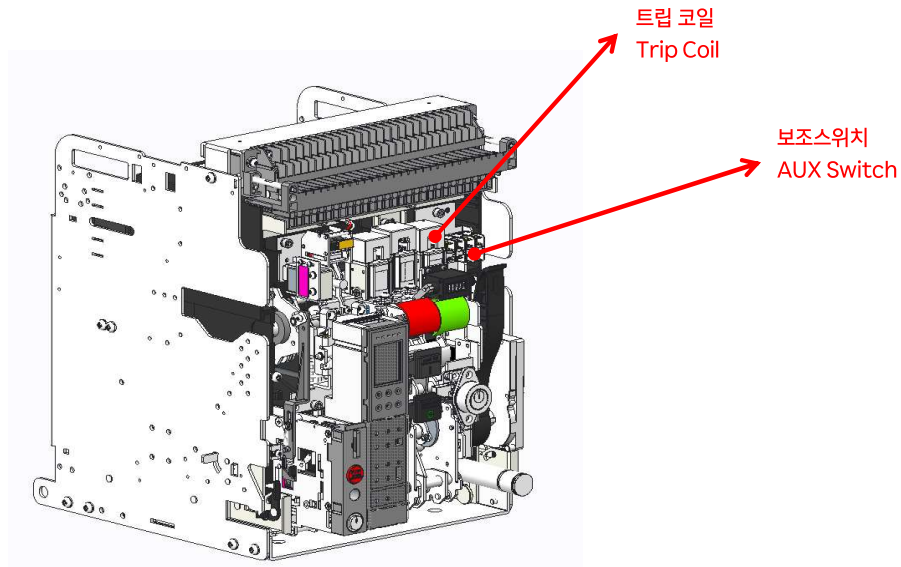

FIG 3
3. 보조 스위치와 트립 코일 위치를 파악합니다. [FIG 3]
3. Find aux switch and trip coil location. [FIG 3]